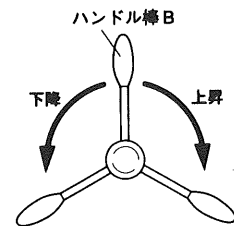

図6
(1) ミニブローチの取り付け
- (a) ハンドル棒 B を時計方向に回して電気ドリルを上げてください。(図6)